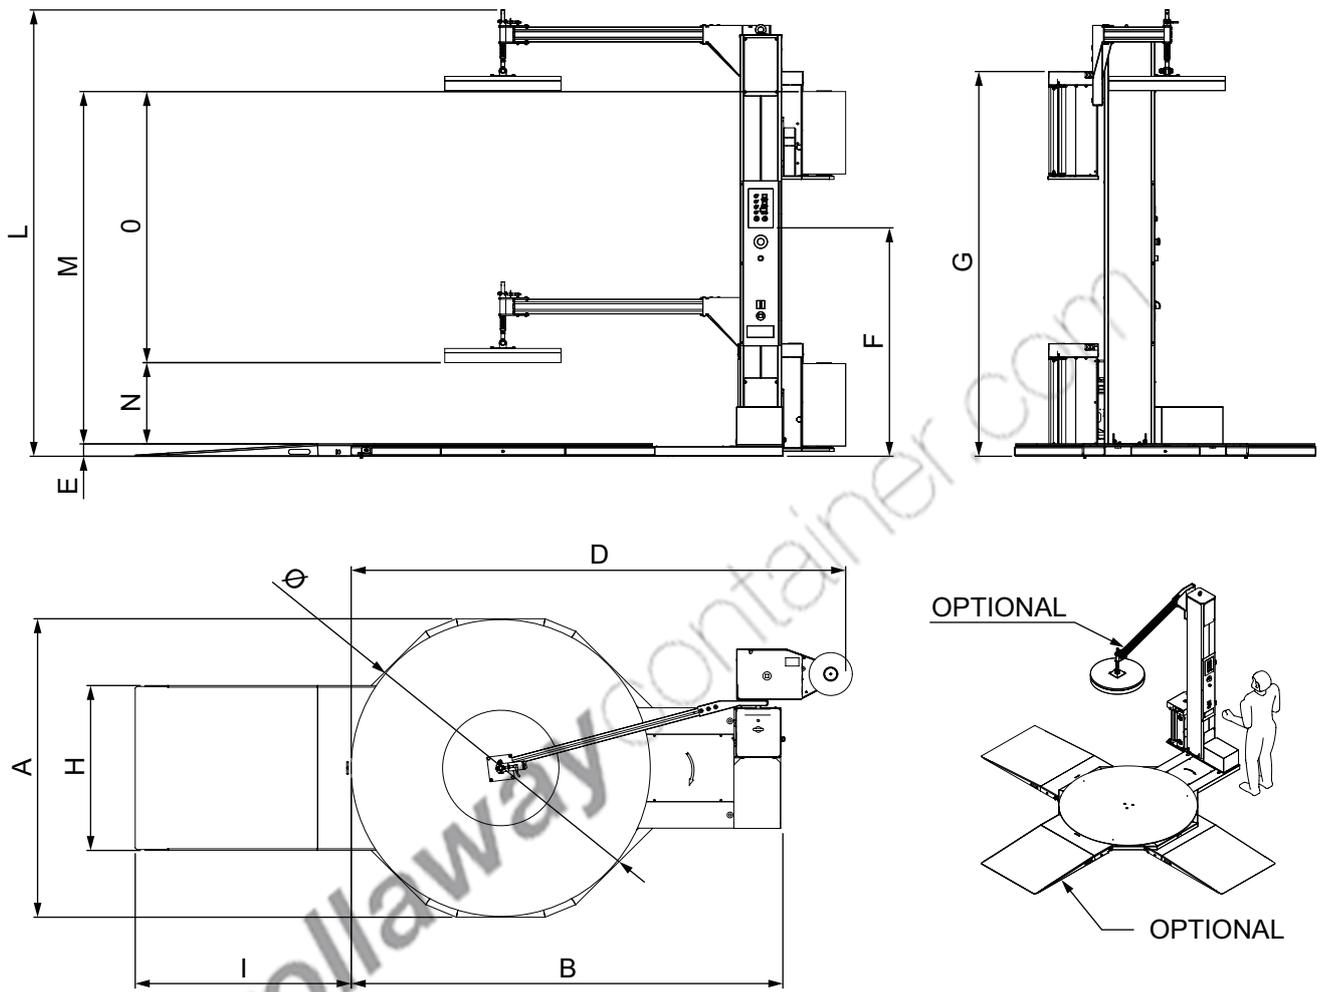

Figure 31
- Dimensions hors-tout	Voir Figure 31 - pag. 51